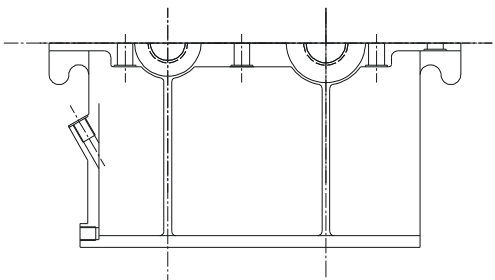

图 8-3-9
STEP 11 选择箱盖中的螺栓孔，单击工具栏上的镜像按钮 ，然后按下 Ctrl+右键，在弹出的快捷菜单中选择中点，捕捉刚才画的直线中点，然后把正交模式打开，把鼠标向右偏移出现一水平的临时线单击，再右击结束镜像命令，默认不删除源对象。然后把所缺的线段补上。效果如图 8-3-9 所示。